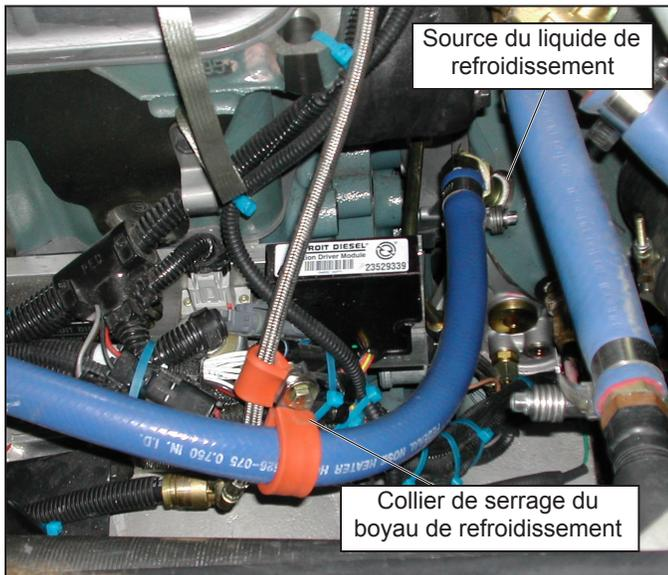

Figure 5 – Trajet du liquide de refroidissement au carter du refroidisseur
20. Cf. Figure 5. Le raccordement du boyau en silicone sur un montage type est le suivant : raccord 45° [bourrelet ¾ po - ¾ po NPT] à raccord 45° [¾ po - ¾ po NPT]. On le raccorde sur l'un des trois orifices inutilisés du carter du refroidisseur.